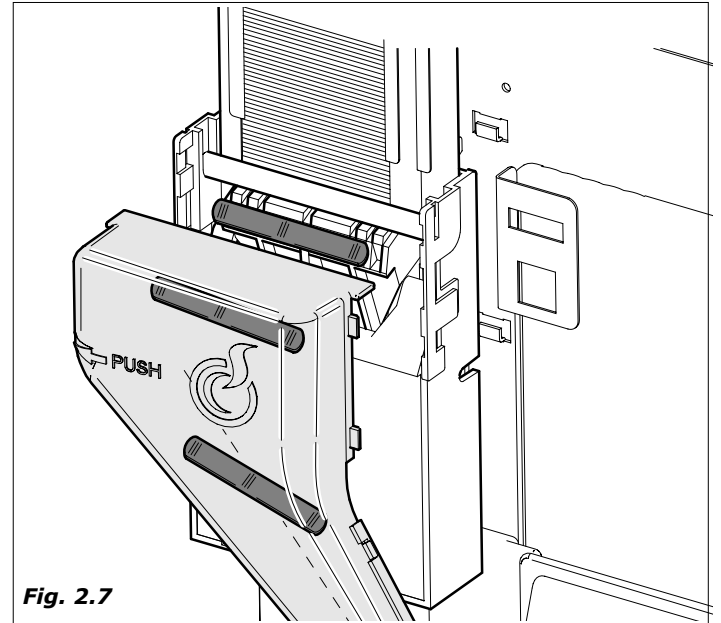

Fig. 2.7
- Se activa el motorreductor que acciona el dispositivo encargado de empujar y hacer caer la paletina en el vaso (Fig.2.7).